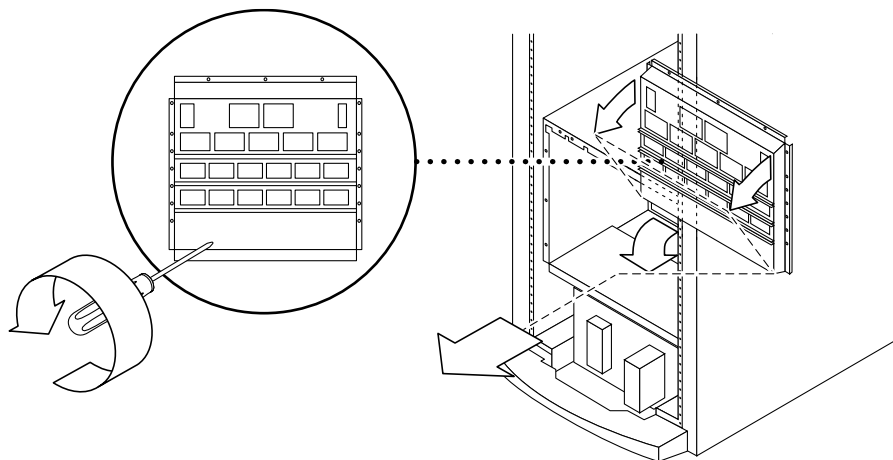

図 12-34 センタープレーンの取り外し — Sun Fire 3800 システム
14. キャビネットの中央のガイドピンからセンタープレーンを外します。片方の手でセンタープレーンの上部を持ち、センタープレーンをガイドピンから外しながら、もう片方の手で中央を支えます (図 12-34)。センタープレーンを取り外します。
2. システムの背面から、センタープレーンを取り付けます (図 12-34)。